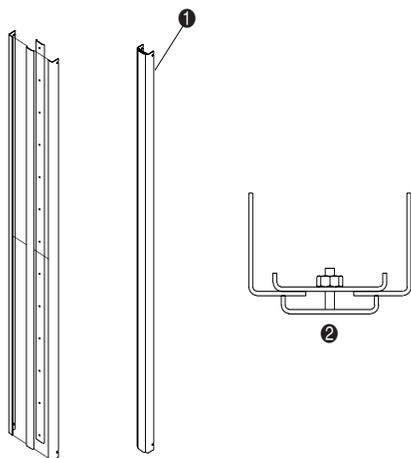

Figura 2-14. Assemblaggio del pannello anteriore
2. Montare i quattro pannelli anteriori come illustrato in Figura 2-14. Non serrare ancora le viti.